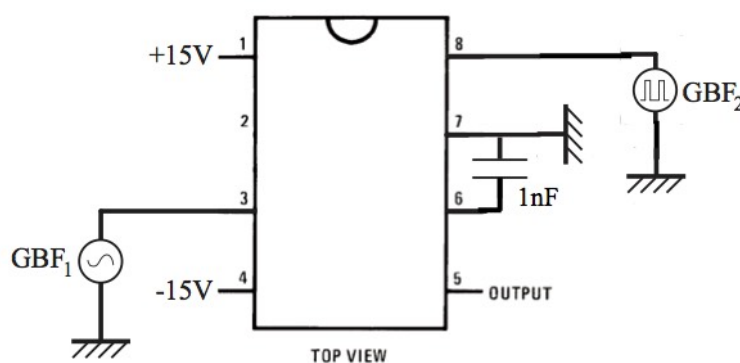

Figure 2
- Réaliser le montage de la Figure 2 sur une plaquette de connexion.